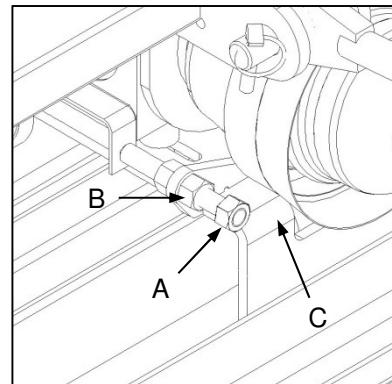

Fig. 12
below the gearbox baseplate (Fig. 12-C).
- ✓ During the belt tensioning process, alignment of the gearbox should be maintained. Use the gearbox positioning lead-screw and locknut (Fig. 12-A and B) for this purpose.
ratkasmonterebout onder die ratkassteunplaat (Fig. 12-C).
- ✓ Die belyning van die ratkas moet gedurende die bandspanningsproses gehandhaaf word. Gebruik die ratkasposisiering-leiskroef en sluitmoer (Fig. 12-A en B) vir hierdie doel.